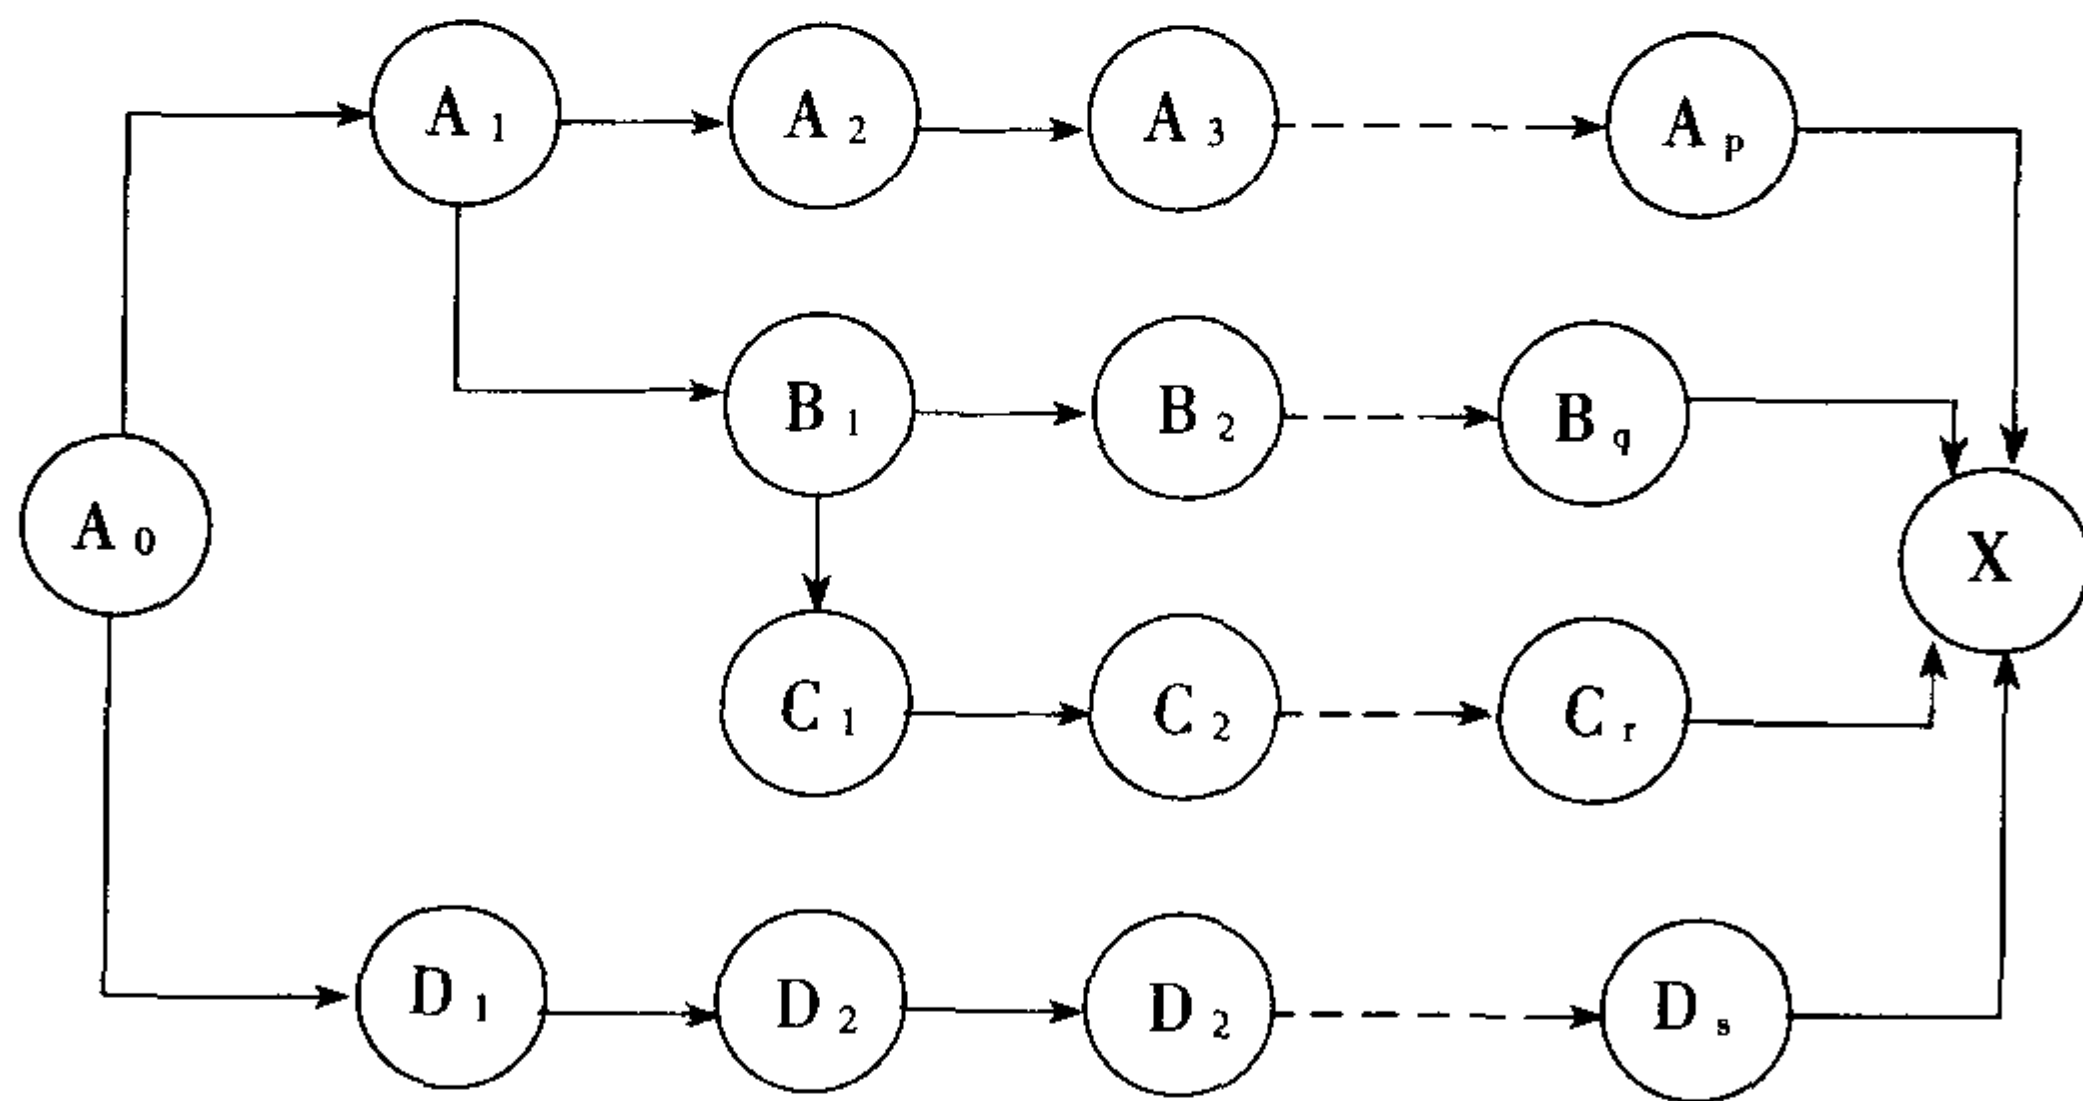

图 5-1
(1) 顺向进行的 PDPC 图。从某一状态 A_0 出发到达理想状态 X 的所有进展过程，展开成 PDPC 图，如图 5-1。
从图 5-1 中 A_0 出发 A_0 、 A_1 、 A_2 …… A_p 到 X ，可能实施 A_2 在技术上有难度，则从 A_1 开始 A_1 、 B_1 、 B_2 …… B_q 到 X ，但实施起来不经济，则从 B_1 、 C_1 、 C_2 …… C_r 到 X ，但可能不是最